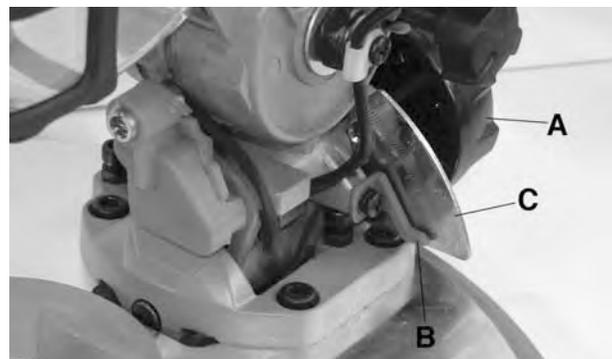

Figure 5
1. Désérrez le bouton de verrouillage (A) Fig.5. À ce point, la tête peut être inclinée à n'importe quel angle vers la gauche et verrouillée.
2. Utilisez l'indicateur d'angle (B) Fig.5 et l'échelle (C) comme guide pour régler l'angle en biseau.
3. Une fois que l'angle en biseau est obtenue, serrez le bouton de verrouillage (A) Fig.5.
4. Desserrez le bouton de verrouillage (A) Fig.5 du biseau à l'arrière de l'outil et réglez la tête à 90°. Reserrez le bouton de verrouillage du biseau.